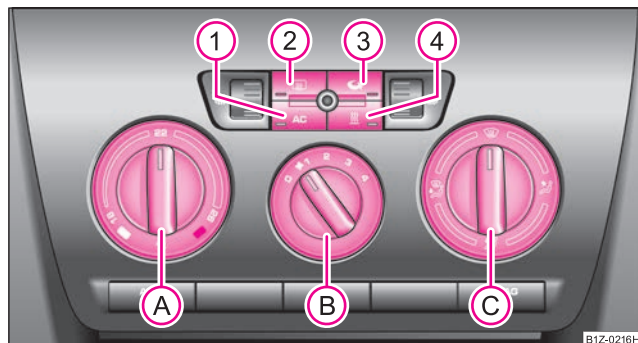

Fig. 122 Climatic: Elementele de comandă
Instalația de răcire funcționează numai când tasta **AC** ⇒ pagina 103, fig. 122  este apăsată și se îndeplinesc următoarele condiții:
- Rotiți regulatorul rotativ (A) ⇒ fig. 122 spre dreapta pentru a mări temperatura.
- Rotiți regulatorul rotativ (A) spre stânga pentru a reduce temperatura.
- Apăsăți tasta (AC) (1) ⇒ fig. 122. Lampa de control din tastă se va aprinde.
- Apăsând încă o dată pe comutatorul (AC) instalația de răcire se va opri. Lampa de control din tastă se stinge.
- Regulatorul rotativ **(A)** ⇒ pagina 103, fig. 122 pe temperatura dorită de dvs. (noi recomandăm 22 °C); Climatic reglează automat instalația de încălzire pe putere maximă, până la atingerea temperaturii selectate de dumneavoastră.
- Regulatorul rotativ **(A)** ⇒ pagina 103, fig. 122 spre stânga până la limită
- Apăsați tasta  ⇒ pagina 103, fig. 122 - lampa de control din tastă se aprinde.
Când regulatorul **(C)** se află în poziția  ⇒ pagina 103, fig. 122, recircularea aerului este oprită automat. Prin apăsarea repetată a tastei  puteți porni recircularea aerului și în această poziție.